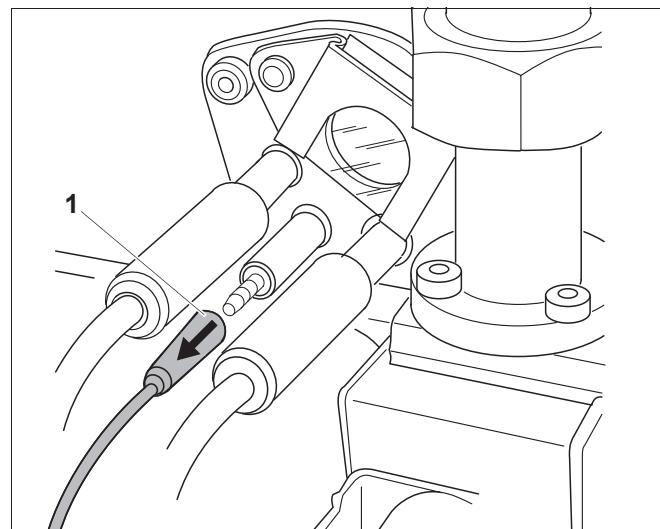

Рис. 34 Проверка контроля пламени; отсоедините штекер ионизационного кабеля от ионизационного электрода
- При работающей горелке отсоедините штекер ионизационного кабеля от ионизационного электрода (рис. 34, **поз. 1**). Горелка должна перейти в состояние неисправности!